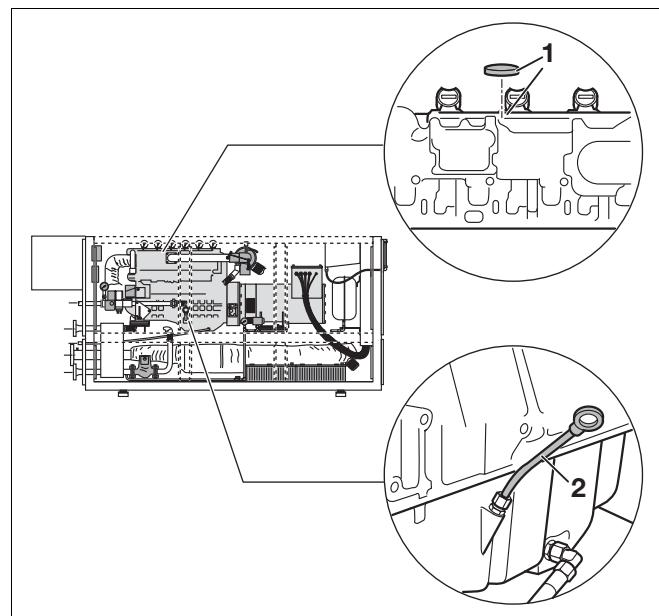

Рис. 16 Штуцер для залива смазочного масла на крышке головки блока цилиндров и щуп для измерения уровня масла (пример: Loganova E 1306 DN-100)
- Залить смазочное моторное масло через штуцер для наполнения на головке блока цилиндров (рис. 16, поз. 1).
щуп для измерения уровня масла (рис. 16, поз. 2)
щуп для измерения уровня масла (рис. 16 на странице 24, **поз. 2**)